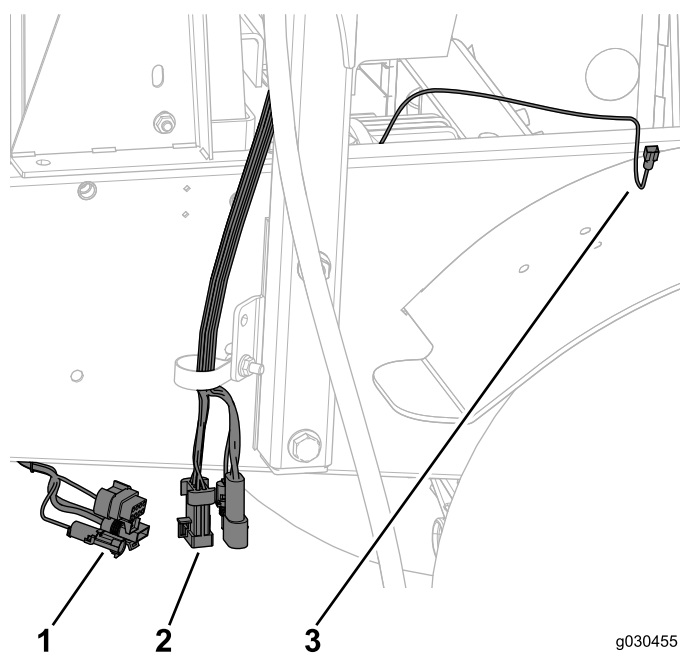

図 61
1. 車両に固定されているハーネスとキャブに固定されているハーネスの接続を外す 図 61。